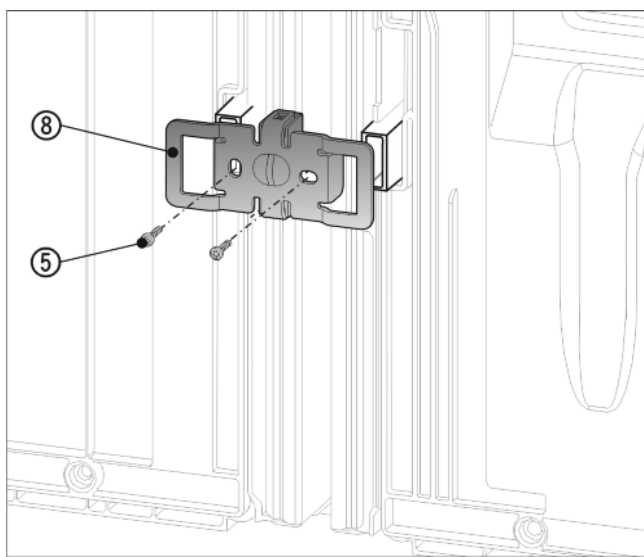

Fig. 12
- ▶ Skub igen vinklen Fig. 12 (8) med udsparingerne hen over beslaget til vægafstandsholderen.
- ▶ Skru den fast med 2 skruer Fig. 12 (5).